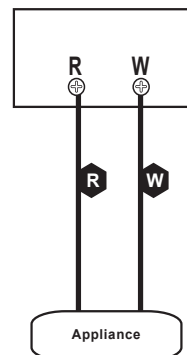

Figure 27.2
5. Connectez le fil du thermostat aux bornes de B et R (**Figure 27.2**).